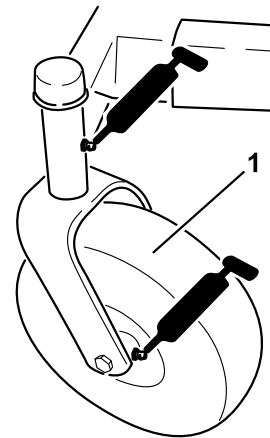
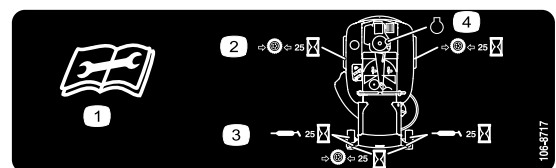

Figura 20
Figura 21
3. Limpie con un trapo los puntos de engrase (Figura 20 y Figura 21). Asegúrese de rascar cualquier pintura que hubiera sobre los puntos de engrase.
4. Conecte una pistola de engrasar a cada punto de engrase (Figura 20 y Figura 21). Bombée grasa hasta que empiece a rezumar grasa de los cojinetes.